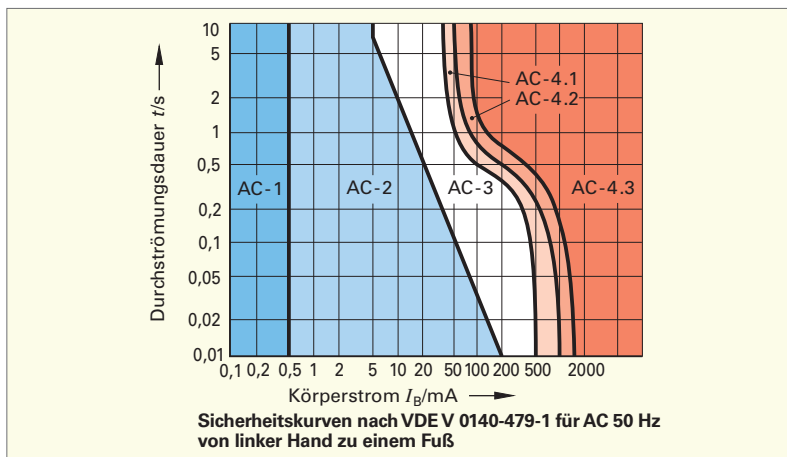
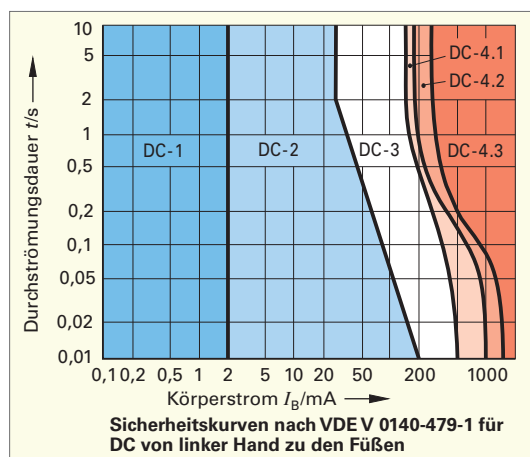

Bild 2: Stromgefährdung bei Wechselstrom 50 Hz
Bild 3: Stromgefährdung bei Gleichstrom
- b) Tragen Sie in die Tabelle ein, ab welcher Stromstärke über das Herz bei einer angenommenen Einwirkdauer von 1 s Lebensgefahr besteht. Ermitteln Sie die Werte aus den Kennlinien ► Bild 2 und ► Bild 3.